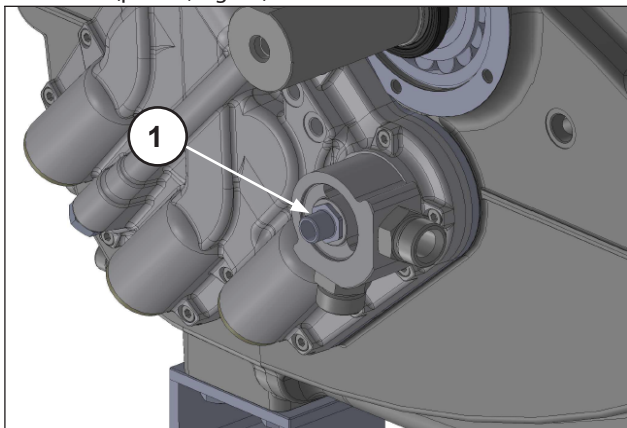
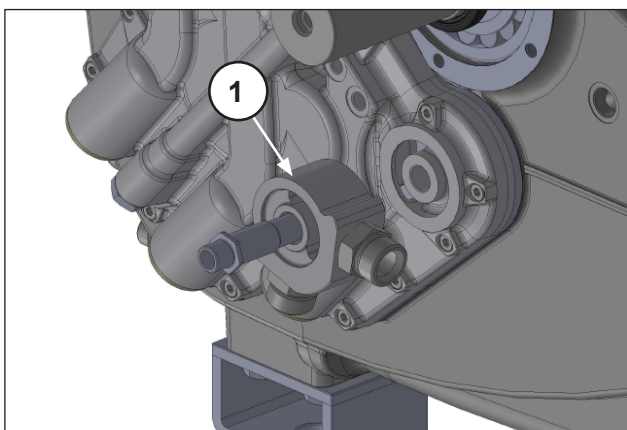

Fig. 19
Fig. 20
Desenroscar el racor del intercambiador del filtro de aceite (pos. ①, Fig. 19) y desmontar el adaptador intercambiador aire-aceite (pos. ①, Fig. 20).